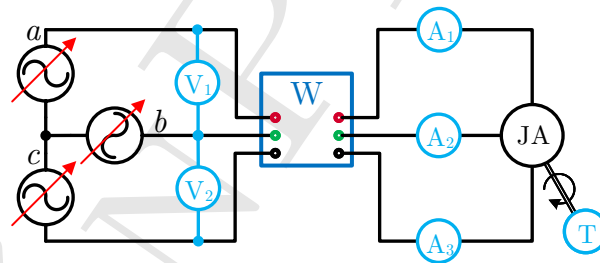

Figura 1: Diagrama de conexiones para la prueba sin carga de la máquina de inducción tipo jaula de ardilla.
1. Armar el circuito mostrado en la Figura 1. La potencia trifásica en esta prueba por lo general es muy pequeña, por lo que se recomienda utilizar dos wáttmetros monofásicos de precisión. **Recuerde que la potencia trifásica es la suma de las lecturas de los dos wáttmetros.**